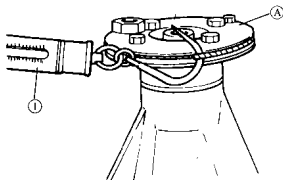

图 13-29
(6) 用专用扳手按 $170 \sim 220 \text{ N} \cdot \text{m}$ 的拧紧力矩拧紧主动齿轮锁紧螺母。测出齿轮起动力矩，见图 13-29，如超出标准起动力矩范围 ($0.392 \sim 0.686 \text{ N} \cdot \text{m}$) 则拆卸，重新选取适当厚度的主动齿轮预紧力调整垫片，重复 (5)、(6) 步，直至合格为止。
(7) 重新拆下主动内衬，在主减速器壳体头部装入主动齿轮油封，并在油封唇口均匀涂上一层通用锂基润滑脂。
(8) 重新将主动齿轮装入轴承座中，并重新安装主动齿轮衬套、主动齿轮预紧力调整垫片、前轴承内圈、连接方向节凸缘、垫圈、主动齿轮锁紧螺母等。
(9) 用 $170 \sim 220 \text{ N} \cdot \text{m}$ 的拧紧力矩重新拧紧主动齿轮锁紧螺母，并检查齿轮起动力矩，见图 13-29。此时齿轮的起动力矩应在 $0.588 \sim 0.882 \text{ N} \cdot \text{m}$ 范围内。否则要重新选取主动齿轮预紧力调整垫片，重复 (5) ~ (9) 步，直至合格为止。